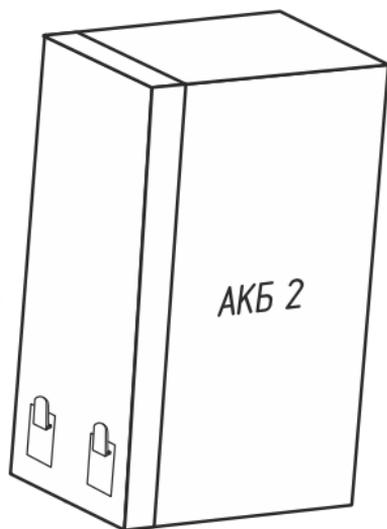

Рис.3
5) Расположить АКБ 2 клеммами вниз как показано на рисунке (Рис.3).